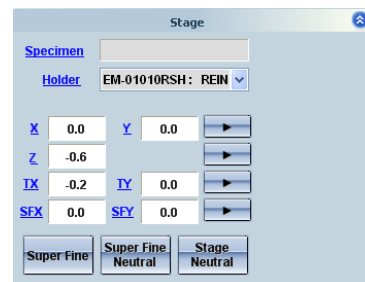

Figura 4
- El goniómetro del microscopio debe estar en posición neutra, con todos los valores de posición y giro en valor 0 (figura 4).